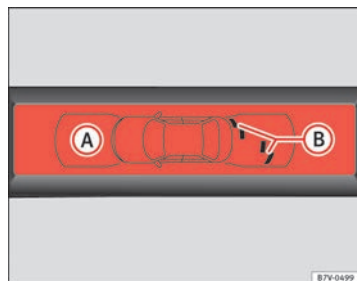

Fig. 144 Indicación del OPS en pantalla: (A) se ha detectado un obstáculo en el segmento. (B) zona registrada delante del vehículo.
La zona en la que se reconocen obstáculos se extiende frente al vehículo hasta una distancia de unos 120 cm y hacia el lado hasta 60 cm ⇒ fig. 144 (B). Detrás del vehículo, la zona analizada alcanza hasta una distancia de 160 cm y unos 60 cm hacia los lados ⇒ fig. 143 (C).
El gráfico mostrado representa las zonas supervisadas en varios segmentos. A medida que el vehículo se acerca a un obstáculo, más se acerca el segmento al vehículo representado (B) y ⇒ fig. 144 (A). A más tardar, cuando se muestra el penúltimo segmento, se ha llegado a la zona de colisión. ¡Deténgase!